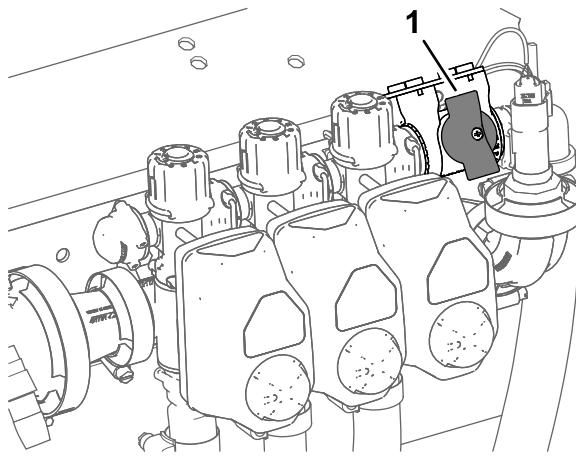

Bild 34
2. Drehen Sie das Handrad für das Abstellventil des Sicherheitsventils des Abschnitts in die geschlossene Stellung (Bild 34).